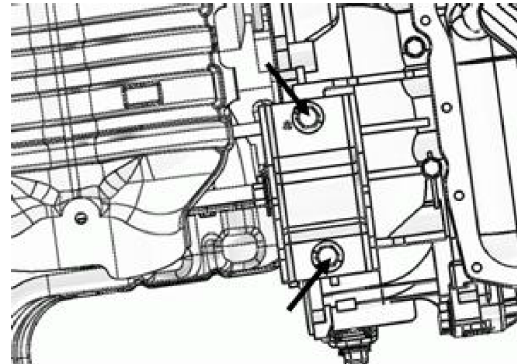

图 3
2.1.3 拆下前悬置支架总成与变速箱相连接的 2 个螺栓（如下图 3 所示），即可取下前悬置安装支架总成。
2.2.1 将更换后的发动机前悬置安装支架总成按上图 3 所示带紧 2 个螺栓，并打力矩。
2.5.5 将发动机前悬置安装支架与变速箱相连的 2 个螺栓打力矩为 85 N.m（如图 3 所示）。